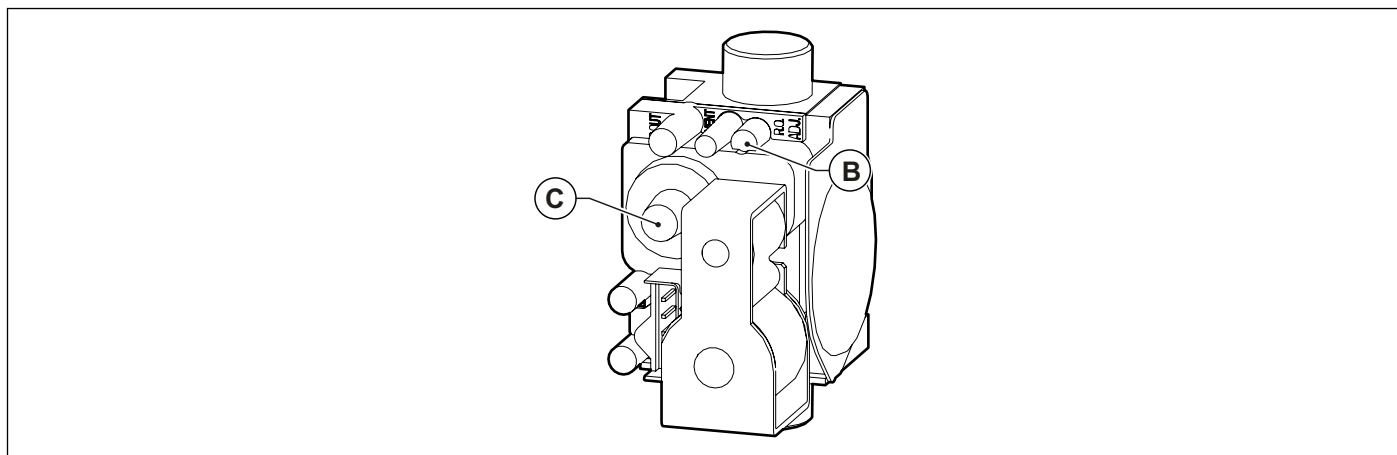

Fig. 34 Reglare valoare dioxid de carbon
- Reglați valoarea dioxidului de carbon (CO2) din gazele arse, rotind regulatorul de raport **B** (vezi Fig. 34 Reglare valoare dioxid de carbon) și asigurați-vă că reintră în limitele din Tab. 19 Valori ale CO2 în gazele arse. Lăsați centrala în modul curățare și treceți la pasul următor de reglare la puterea minimă.
- Reglați valoarea dioxidului de carbon (CO2) din gazele arse, rotind regulatorul **C** (vezi Fig. 34 Reglare valoare dioxid de carbon) și asigurați-vă că reintră în limitele din Tab. 19 Valori ale CO2 în gazele arse.